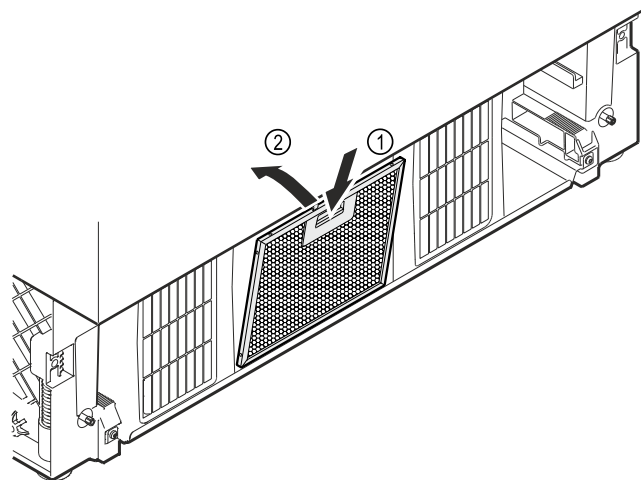

Fig. 24 Immagine a titolo di esempio
- Premere verso il basso il pulsante sul filtro antipolvere Fig. 24 (1) e contemporaneamente inclinare il filtro verso il retro e inserirlo Fig. 24 (2).